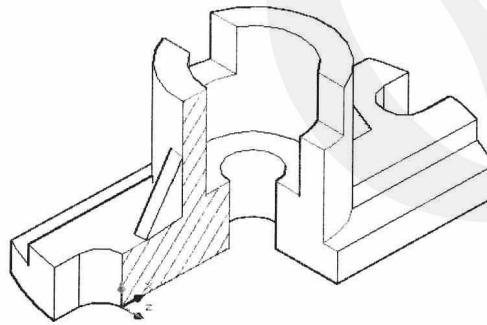

图 11-2-22
(3) 单击“常用”选项卡，单击“绘图”面板名称，展开面板，单击“图案填充”按钮 \square ，打开“图案填充和渐变色”对话框，选择图案名称为“ANSI31”，比例设为1.25。
(4) 单击“添加：拾取点”按钮 \square ，依次把需要填充的区域选中，按Enter键结束选择，单击“确定”按钮，填充效果如图11-2-22所示。